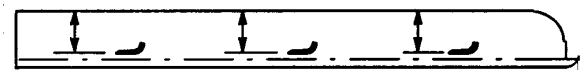

Bild 11
2. Das Schnittmesser soweit drehen, bis die Spitzen vor- und rückwärts ausgerichtet sind. Die Entfernung von der Innenseite des Schnittwerks bis zur Vorderseite des Schnittmessers messen (Bild 11); dieses Maß vermerken.